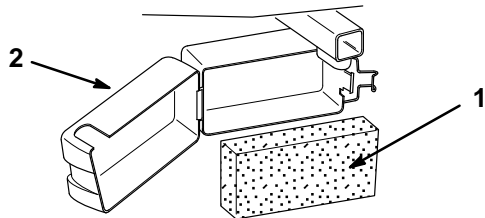

Figure 15
1. Déverrouiller le boîtier du filtre à air et faire pivoter le couvercle sur le côté (Fig. 15).